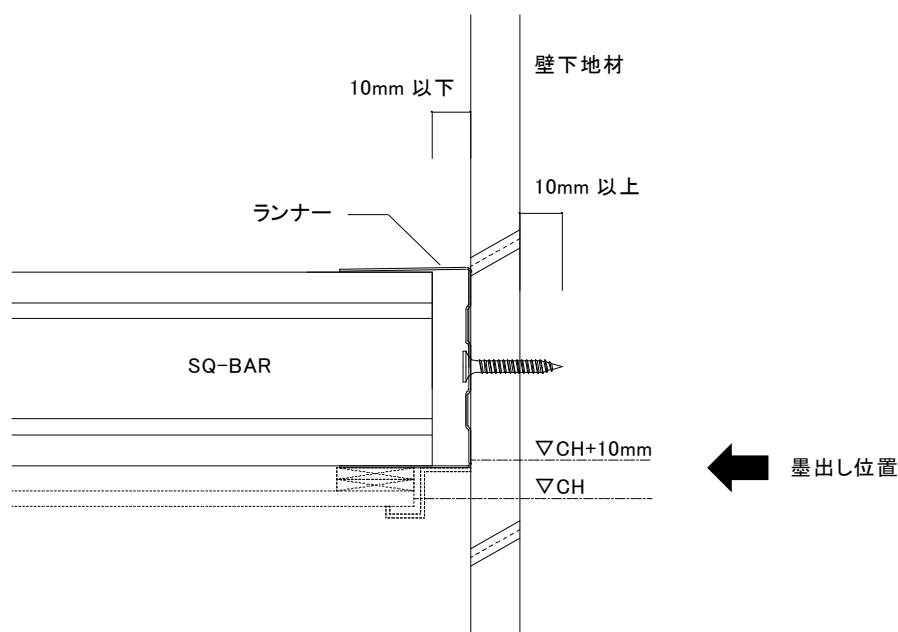

図 2-2-1 ランナー固定部詳細
- 2) SQ-BAR とランナー底部の隙間は 10mm 以下とする。(図 2-2-1 参照)